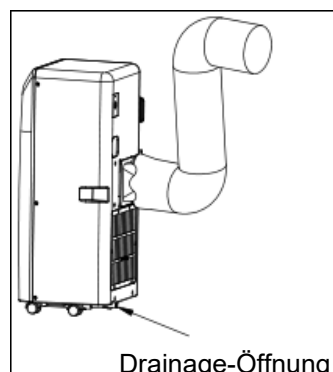

Abb.2
- Bitte verbinden Sie die beiden Abluftschlauch-Adapter durch Drehen mit jeweils einem Ende des Abluftschlauchs und befestigen Sie anschließend den Abluftschlauch am Rücken des mobilen lokalen Klimagerätes (siehe Abb.2).
- Wenn Sie das Gerät für längere Zeit nicht nutzen, entfernen Sie bitte den Kunststoff-Stöpsel von der Drainage-Öffnung (siehe Installation des Abluftschlauchs, Abb.2). Bitte schließen Sie einen Drainageschlauch an die Öffnung an, um den Wassertank vollständig zu entleeren.